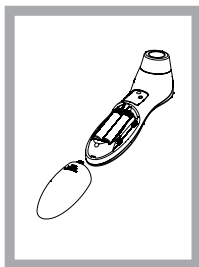

Ilustración 10
3. Retire las baterías antiguas y sustitúyalas por dos baterías nuevas de tipo AAA (ilustración 10).